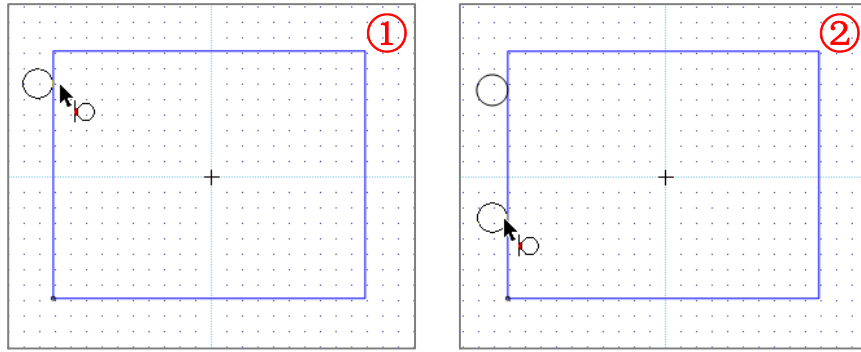

图 5-5 绘图过程
3. 在图形中绘制定位桩。鼠标移近图形边框处时出现定位桩, 在合适位置处单击绘制第一个定位桩, 继续沿边框移动绘制其余定位桩, 如图 5-5 所示。